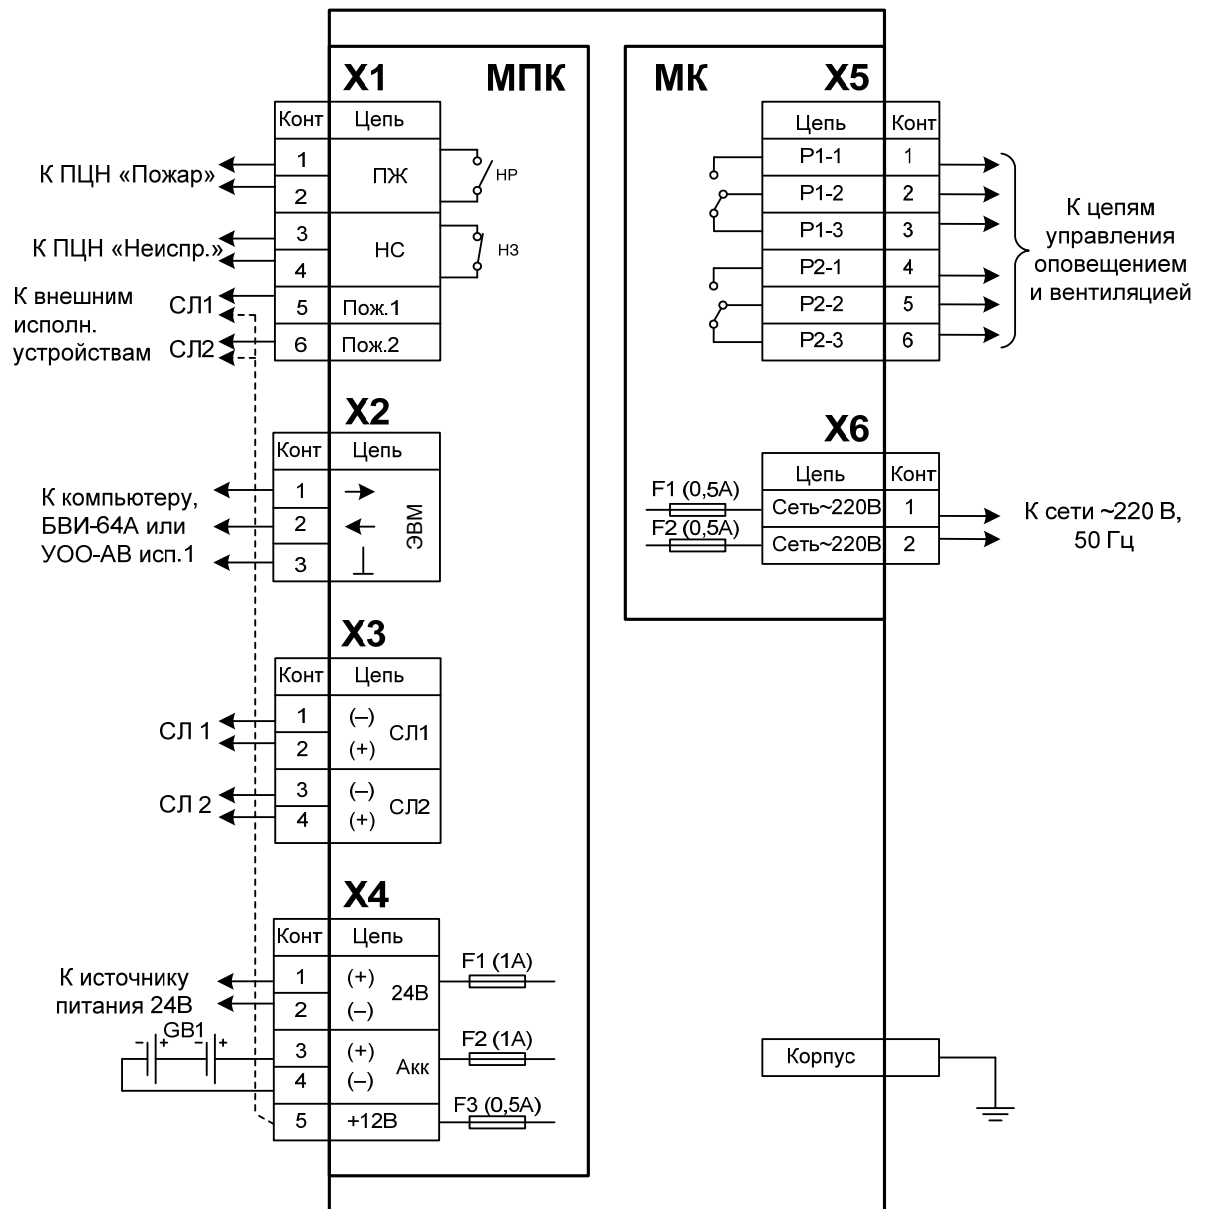

Рис. 3. Схема подключения БПК
– выходы «Пож.1» и «Пож.2» подключаются относительно клеммы «+12В» (см. Рис. 3, стр. 22);